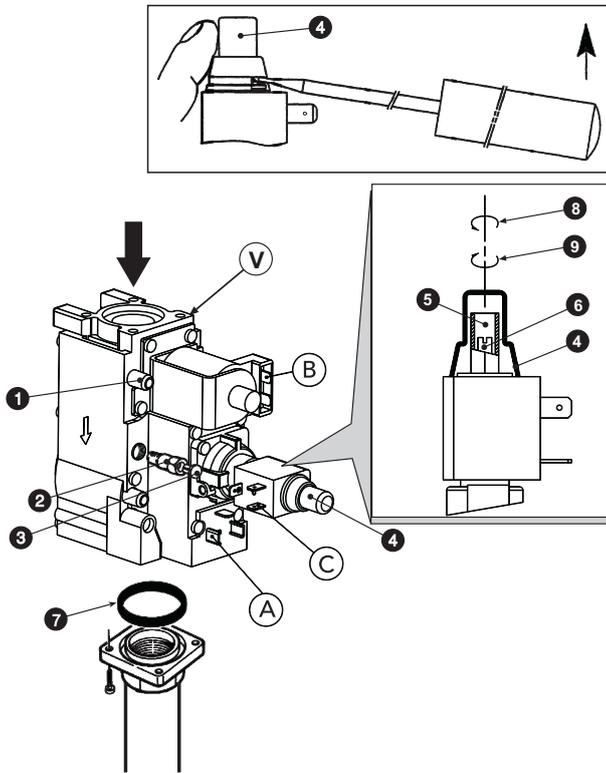

рис. 4 - Перенастройка котла на другой вид газа
Операции регулировки давления должны выполняться при работающем котле с помощью соответствующих регуляторов, установленных на 2-ступенчатых газовых клапанах (см. рис. 4)
3. Снимите защитную крышку регулятора давления 4 на рис. 4.
1. Медленно поверните ручку регулировочного термостата по часовой стрелки до 1-го щелчка; таким образом обеспечивается подача газа в отверстия A и B газового клапана (см. рис. 4).
2. Регулируйте давление с помощью винта 6 на рис. 4 и проверьте его на соответствие со значениями, приведенными в таблице технических данных на sez. 4.3.
1. Поверните ручку термостата регулировки до максимума; таким образом обеспечивается подача газа в отверстия A, B и C газового клапана (см. рис. 4).
2. Регулируйте давление с помощью винта 5 на рис. 4 и проверьте его соответствие со значениями, приведенными в таблице технических данных на sez. 4.3.
2. Снимите с газового клапана маленький колпак 3 (рис. 4), установите на клапан регулятор "STEP" зажигания 2, находящийся в комплекте переналадки, и наденьте на него колпак 3.
Осуществляется выполнением описанных выше операций, сняв регулятор зажигания "STEP" 2 на рис. 4 с газового клапана и установив колпак 3 на рис. 4 непосредственно на клапан.